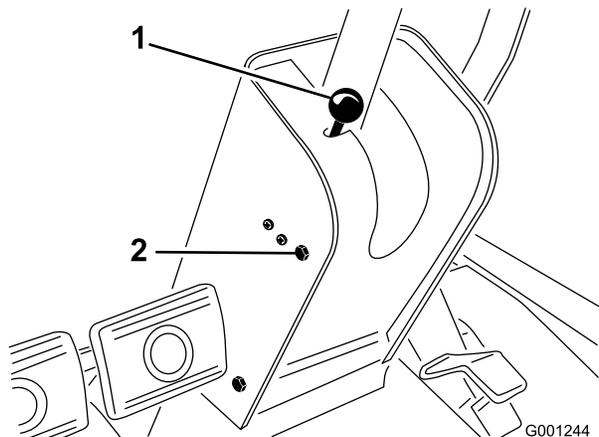

図 69
1. 駐車ブレーキロッドのノブを外し、次にハンドルタワーのカバーを止めているネジを外す (図 69)。